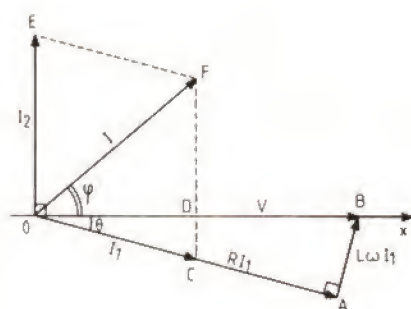

Figure 2
1° Dans la construction de Fresnel réalisée figure 2,
La sortie (7) de l'amplificateur opérationnel ne commande pas directement les LED, contrairement au schéma simplifié de la figure 2, mais par l'intermédiaire de deux transistors, un N-P-N,  $T_{13}$  pour la LED rouge « en charge », et un P-N-P,  $T_{14}$  pour la LED verte « charge finie ». On peut ainsi demander moins de courant à la sortie de l'amplificateur opérationnel.